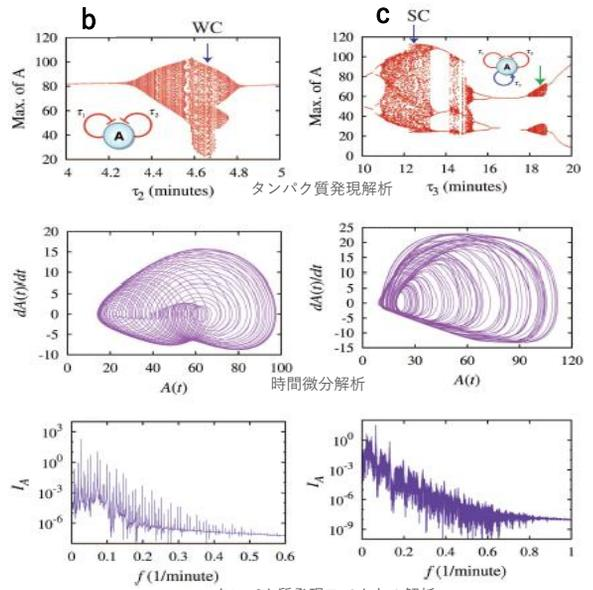

図3 弱カオス挙動(左)と強カオス挙動(右)
- 2つの自己転写抑制ループを持つ遺伝子 (b. 図3: 左) t_2 時間依存的タンパク質濃度の最大値に対する分岐図 (上図、 t_1 18分の時) で、 $t_2 < 4.2$ 分或いは > 4.9 分では周期性、それ以外では非周期性を示す (上図、中図)。 T_1 18分、 t_2 4.65分の時のタンパク質濃度変化は、非周期性且つ弱カオス (下図) であることが分かる。
- 2つの自己転写抑制ループと1つの自己転写促進ループを持つ遺伝子 (c. 図3: 右) t_1 18分、 t_2 8.0分時の t_3 時間依存的タンパク質濃度の最大値に対する分岐図 (上図) で、 t_3 が11～13、14～15、18～19分では非周期性を示す (上図、中図)。 t_3 12.5分の時のタンパク質濃度変化は、非周期性且つ強カオス (下図、強カオス発現に特徴的な非周期スペクトル) であることが分かる。